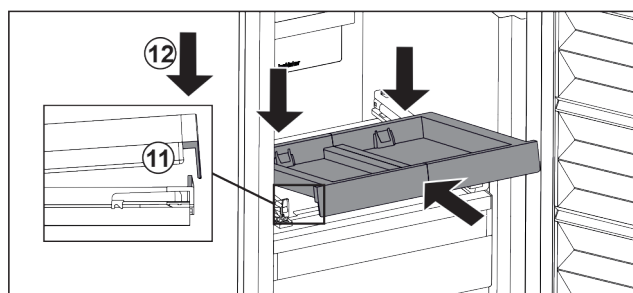

Fig. 127
- Schuin erin schuiven. Zorg ervoor dat de aanslag aan beide zijden achter de lip is. Fig. 127 (11)
- Uitschuifpateau aan voorzijde neerzetten. Fig. 127 (12)